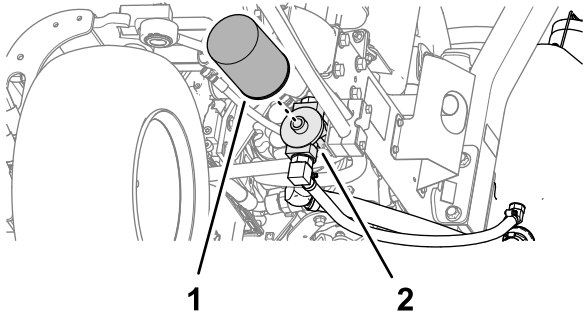

Bild 88
2. Reinigen Sie den Anbaubereich des Filters. Stellen Sie ein Auffangwanne unter den Filter (Bild 88) und entfernen den Filter.